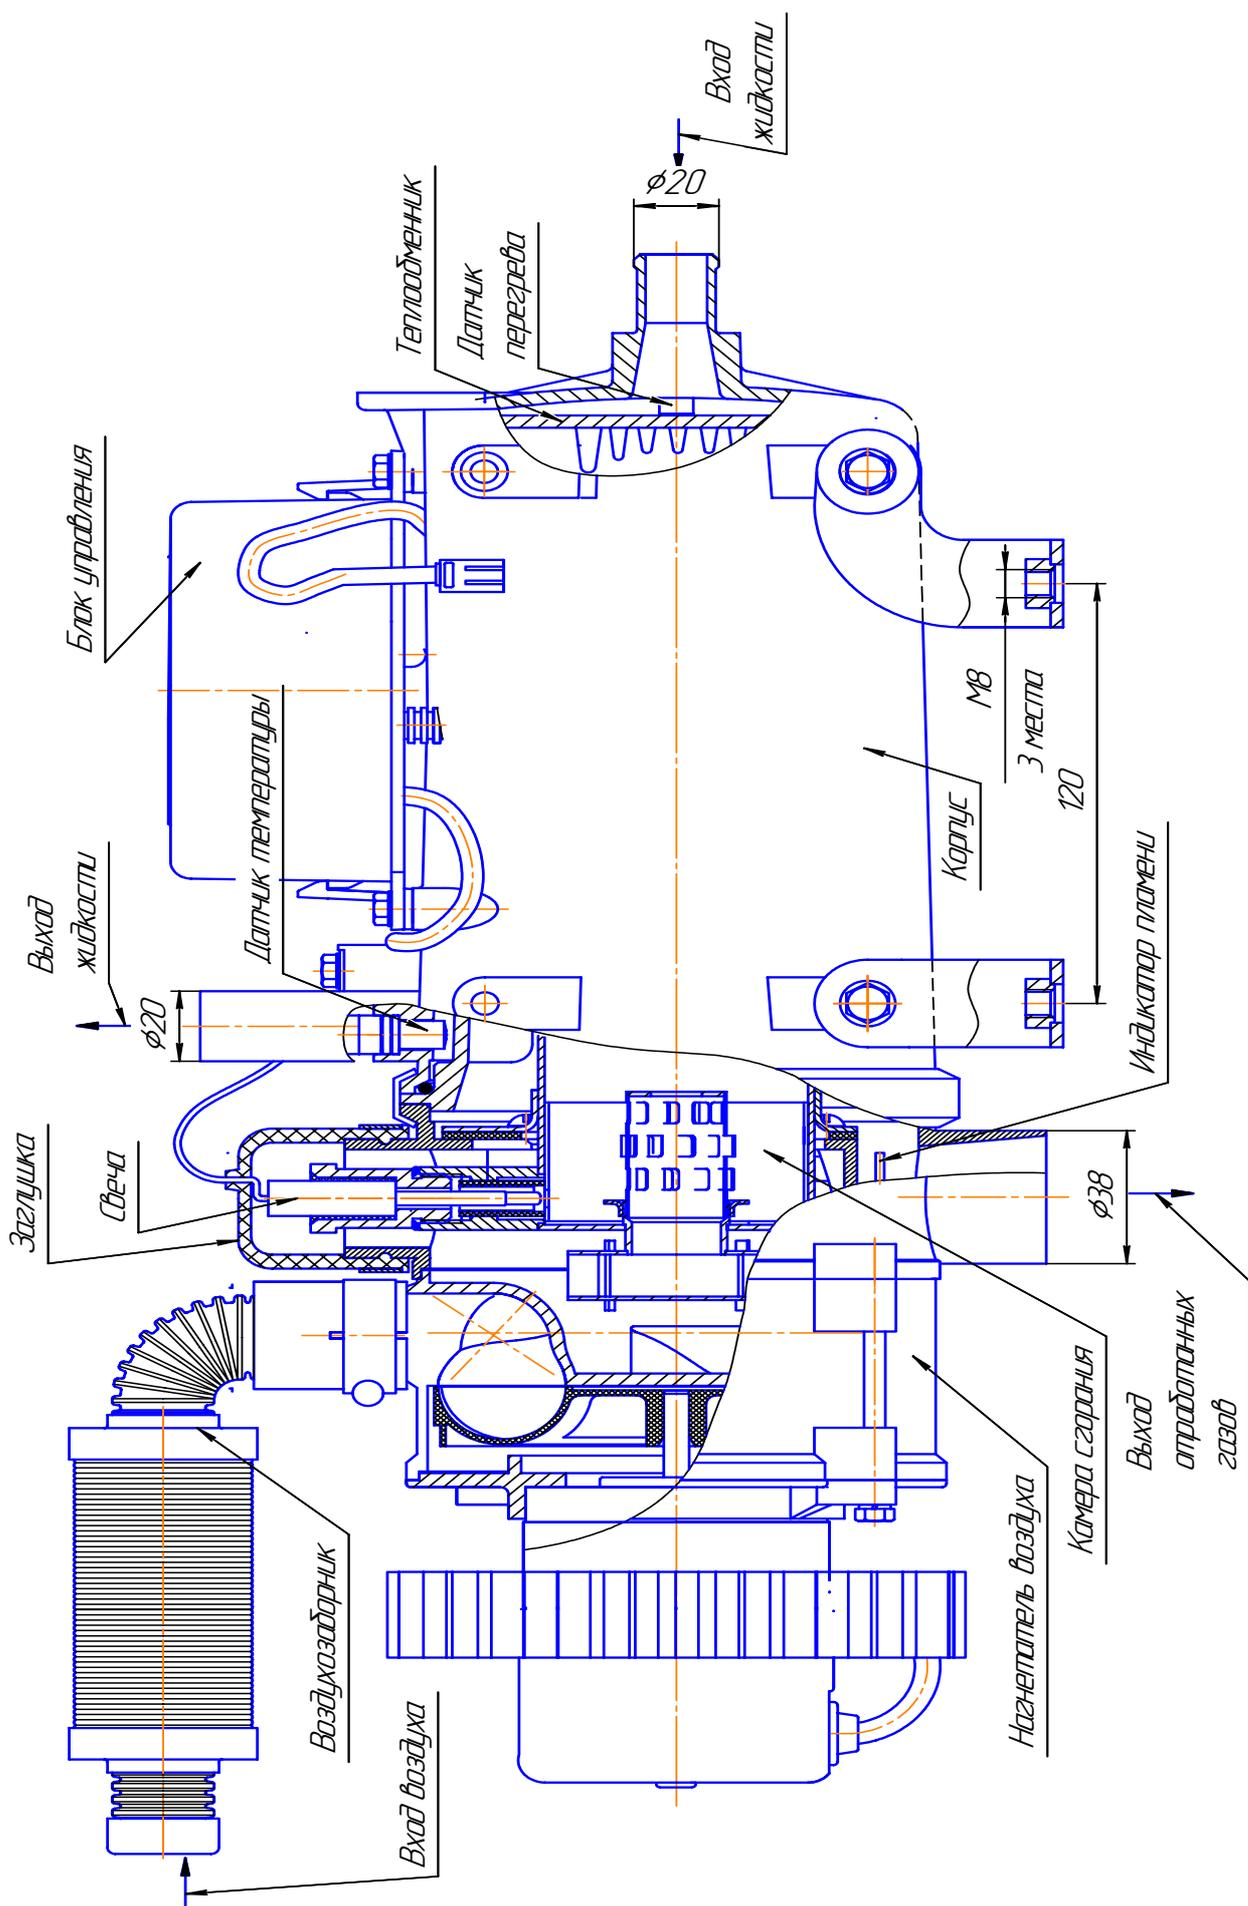

Рис. 3 – Основные узлы и габариты нагревателя
- нагреватель (основные узлы нагревателя показаны на рис. 3);